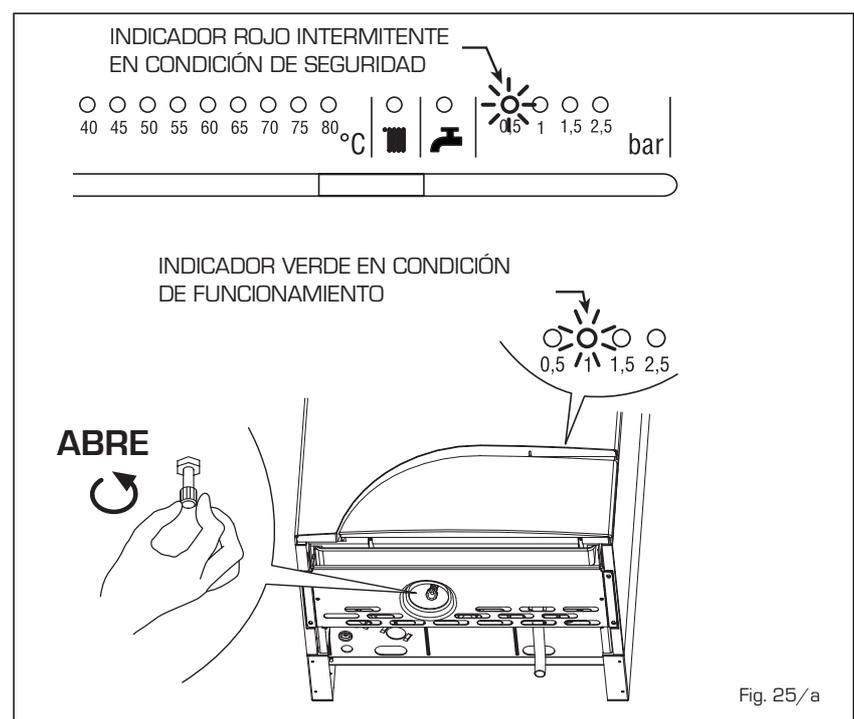

Fig. 25/a
**- Intervención termostato de seguridad o termostato quemador (fig. 25/b)**